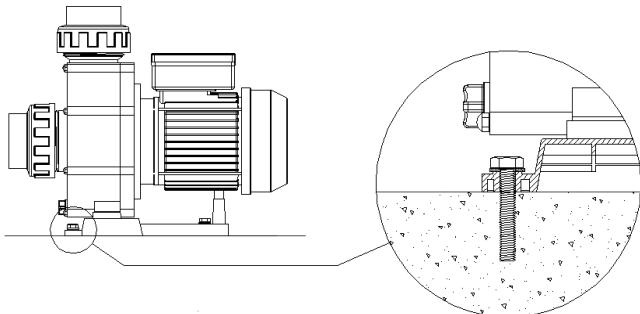

Fig. 1
- Для всех насосов предусмотрены две опоры с просверленными отверстиями, которые фиксируются на несущей площадке при помощи анкерного крепления. (Рис. 1).